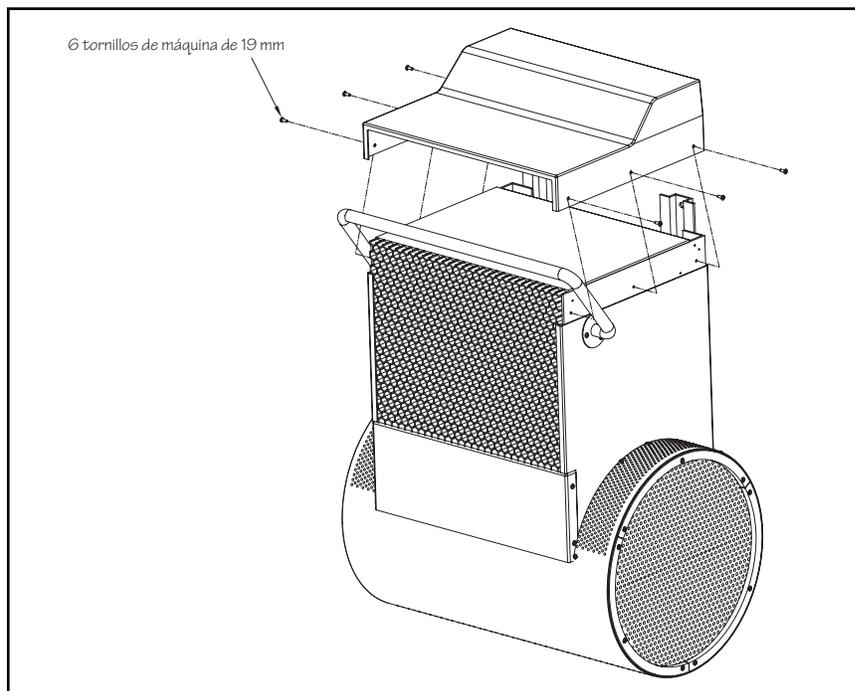

Fig. 6.12
6.14 Una vez que haya instalado la Fastlane en la piscina, coloque la lengüeta de la carcasa dentro de esta, con los tornillos proporcionados para ello. Hay tres tornillos por lado, con un total de seis (Fig. 6.12).
9.6 Coloque la lengüeta de la Fastlane encima de esta y utilice los seis tornillos de acero inoxidable de 19 mm proporcionados (tres en cada lado) (véase Fig. 6.12).